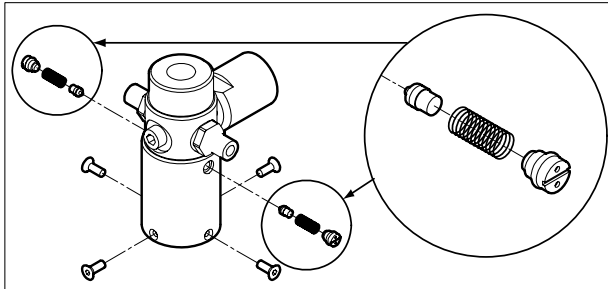

Figura 3. Pulizia del gruppo della valvola
2. Rimuovere con cautela il gruppo delle molle e degli o-ring. Fare attenzione quando si rimuove la valvola di controllo in quanto include diversi componenti di piccole dimensioni. Vedere la Figura 3.